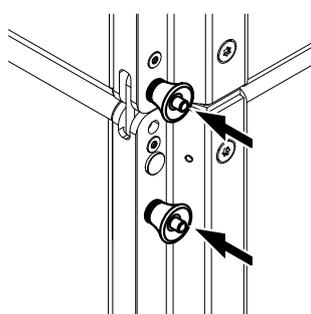

Abb. 2: SUB zu SUB, 0° Öffnungswinkel
- SUB zu SUB mit 0° Öffnungswinkel zwischen den Lautsprechern (⇒ Abb. 2).